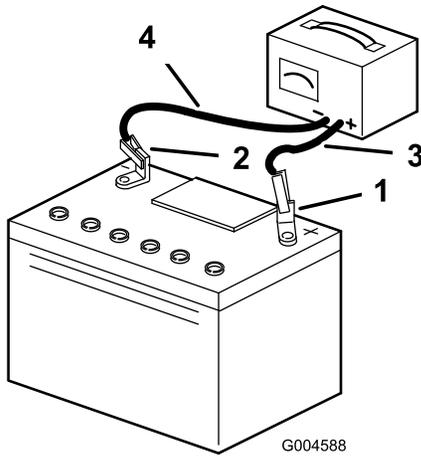

Figure 28
- Débranchez les câbles du chargeur des bornes de la batterie (Figure 28).